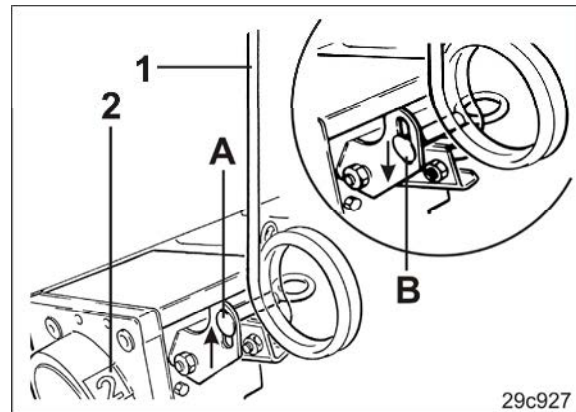

Fig. 196
2. Træk i betjeningsarmen (Fig. 196/1) på styretavlen, hvis tallet (Fig. 196/2) i styretavlens vindue står på "0". Køresporstælleren må ikke vise "0".
3. Løsn klemeskruen (Fig. 196/A), skub den nedad i langhullet, og spænd den igen (se Fig. 196/B).
Køresporstælleren (Fig. 196/2) må ikke vise "0". Ellers anlægges der hele tiden kørespor.